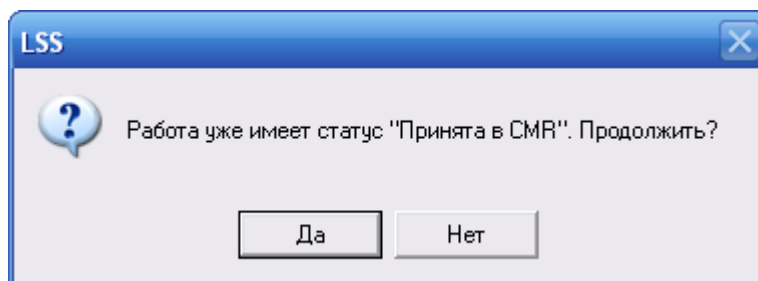

Рис. 3-118
- Подтвердите изменение статуса работы (рис. 3-118).